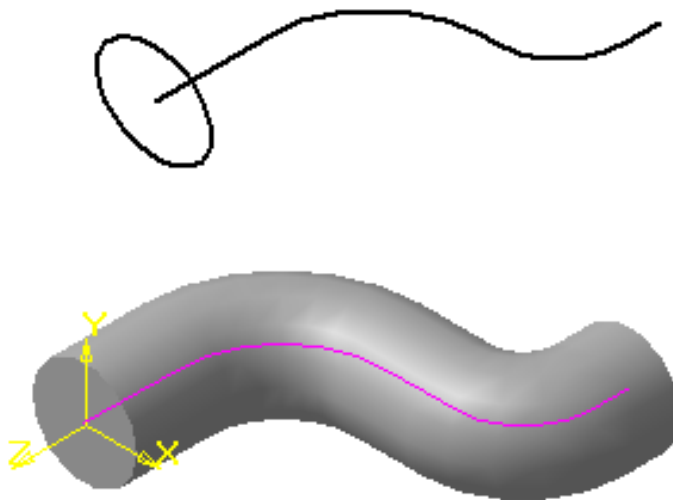

Рис. 2.22
Для создания трубчатой поверхности можно воспользоваться кинематическим перемещением окружности по направляющей линии (рис.2.22).
3. **Кинематическая операция** – перемещение контура вдоль направляющей (рис. 2.22);